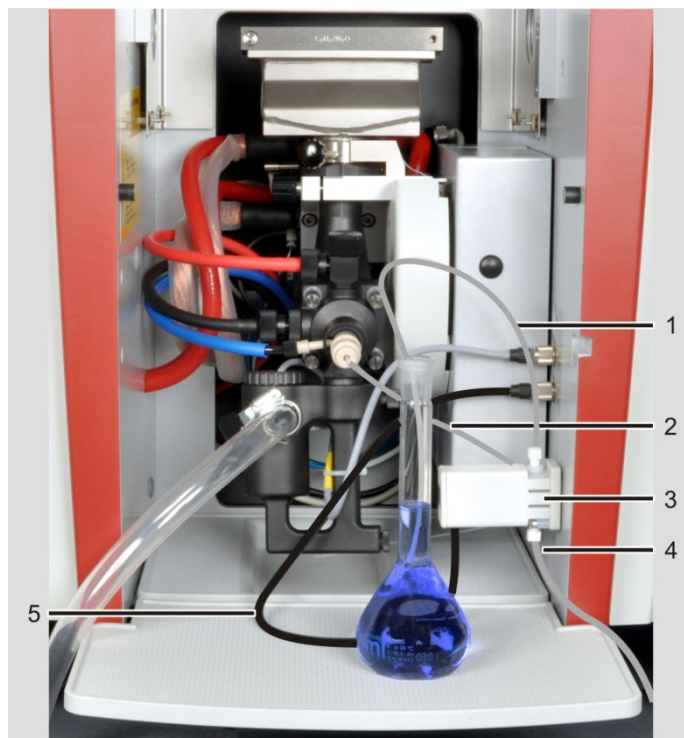

Fig. 46 SFS 6 installé pour l'alimentation manuelle des échantillons
3. Immerger le tuyau court (marquage sur le tuyau « 3 ») dans le flacon de réserve pour diluant. Visser la deuxième extrémité du tuyau sur la vanne (2 dans Fig. 46 p.73).
4. Visser le tuyau de dosage pour diluant (gainé, marquage « 1 ») sur le deuxième raccordement de la vanne (3 dans Fig. 46).